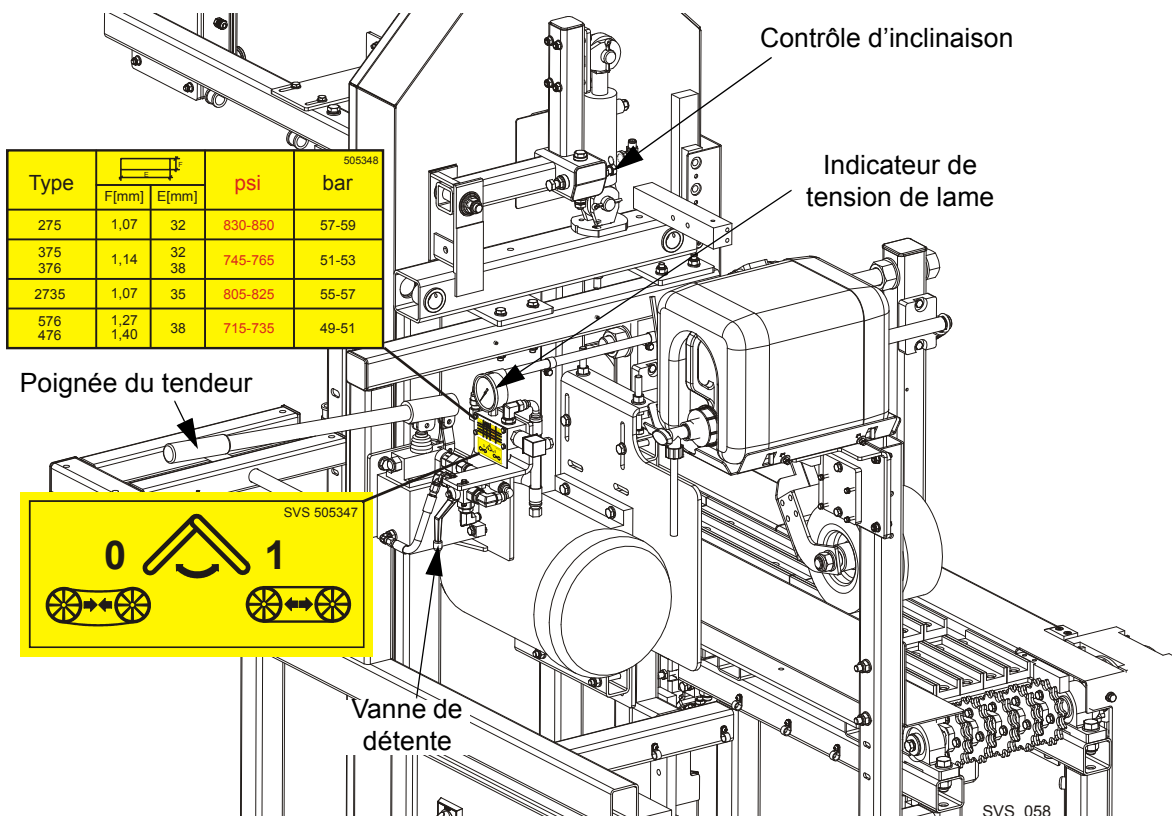

FIG. 2-4
Voir Figure 2-4. Placez la poignée fournie dans le logement du tendeur de lame et fixez-la avec une vis. Réglez la vanne du tendeur sur la position « 1 ». Déplacez la poignée du tendeur verticalement pour tendre la lame. En fonction du type de lame installée, tendez la lame à la valeur indiquée sur l'autocollant situé sous la vanne de tension de lame. Les valeurs « F » et « E » correspondent à l'épaisseur et à la largeur de la lame. Vérifiez la tension de la lame de temps en temps lorsque vous réglez l'inclinaison ou lorsque vous coupez et réglez-la si nécessaire. La tension de la lame sera modifiée en cas d'échauffement et d'allongement de la lame et des courroies. Des variations de la température ambiante peuvent aussi modifier la tension. Pour relâcher la tension de la lame, réglez la vanne du tendeur sur la position « 0 ».
4. Utilisez le boulon de réglage d'inclinaison représenté sur la **Figure 2-4** pour ajuster l'endroit où passe la lame sur les volants.